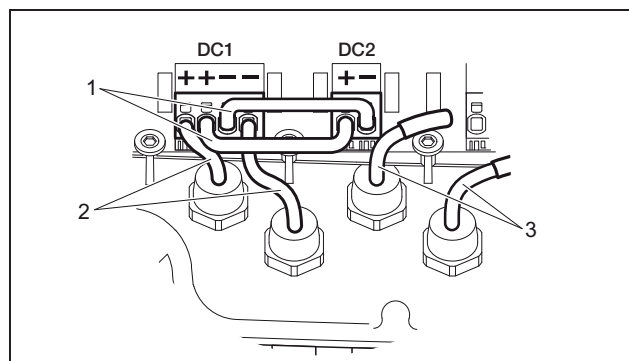

Figura 20: Ingressi 1 e 2 collegati in parallelo (convert 3.5T/4T dcs)
- convert 3.5T/4T/7T/8T/10T dcs: Se necessario, collegare ora l'ingresso 1 e 2 **in parallelo**. A tal fine inserire i ponti in dotazione nei morsetti come indicato (figura 20/21).